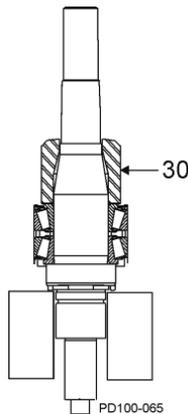

Ilustración 52. Instalación del espaciador de rodamientos
9. Instale el separador del rodamiento (Ilustración 52, elemento 30).